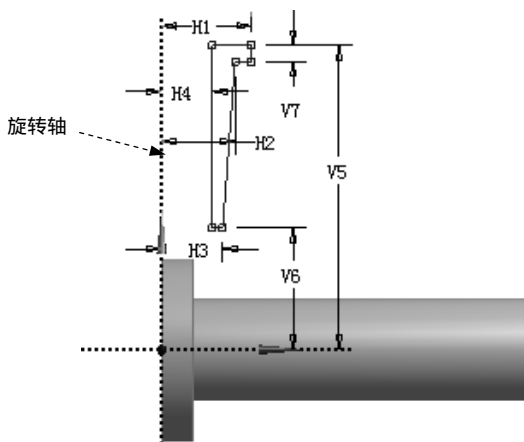

图 3.13.20 草图 4
(1) 绘制图 3.13.20 所示的草图 4。选取 ZXPlane 平面为草图平面，单击“New Sketch”按钮 ，绘制图 3.13.20 所示的截面草图，其中 $H1=44$ ， $H2=36$ ， $H3=30$ ， $H4=25$ ， $V5=150$ ， $V6=60$ ， $V7=8$ 。